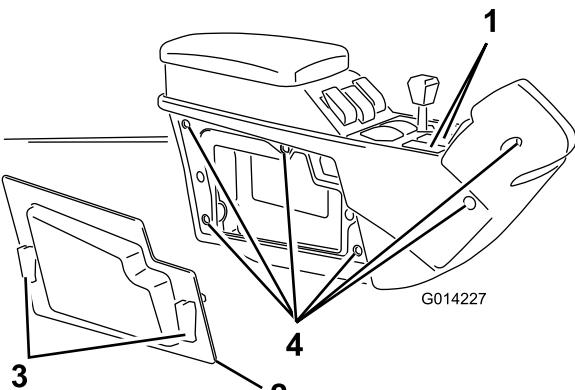

Figura 27
1. Retire as 2 tampas dos furos dos interruptores do marcador de espuma na consola central (Figura 27).
2. Liberte os 2 trincos rápidos e retire o painel do lado direito na consola central (Figura 27).
3. Remova os 6 parafusos que mantêm a cobertura lateral direita na consola central (Figura 27).